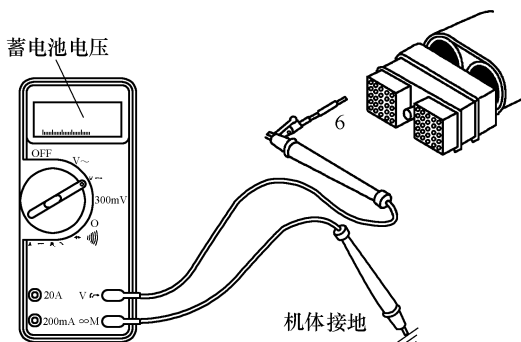

图 6-4 测量红色停机指示灯电压
② 测量 ECM 插头触针 6 与机体间的电压，当钥匙开关接通时，万用表必须显示为蓄电池电压，如图 6-4 所示。如果没有电压，则 6 号线存在故障，应进行维修。